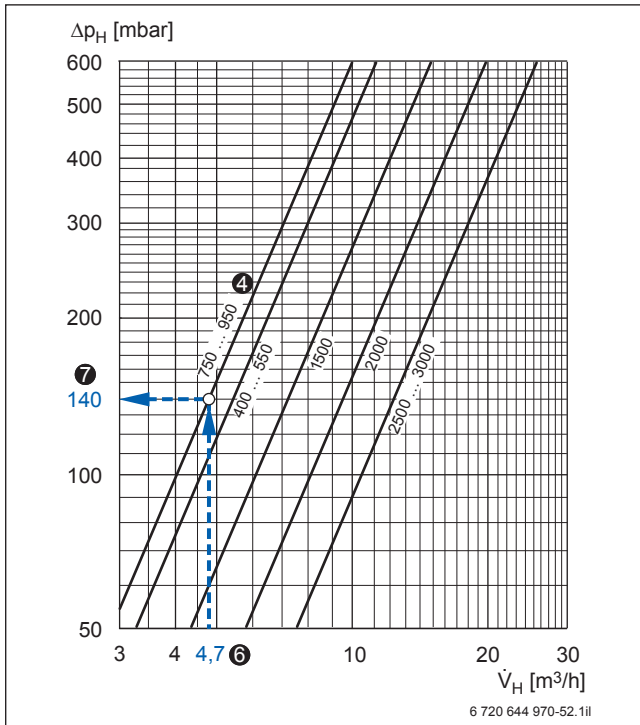

Bild 65 Heizwasserseitiger Druckverlust Logalux LTH400 ... LTH3000; Beispiel blau hervorgehoben
Mit dem berechneten Volumenstrom ⑥ ist der heizwasserseitige Druckverlust ⑦ für den Warmwasserspeicher Logalux LTH950 aus dem Druckverlustdiagramm der Warmwasserspeicher Logalux LTH400 ... LTH3000 abzulesen (Beispiel → Bild 65).